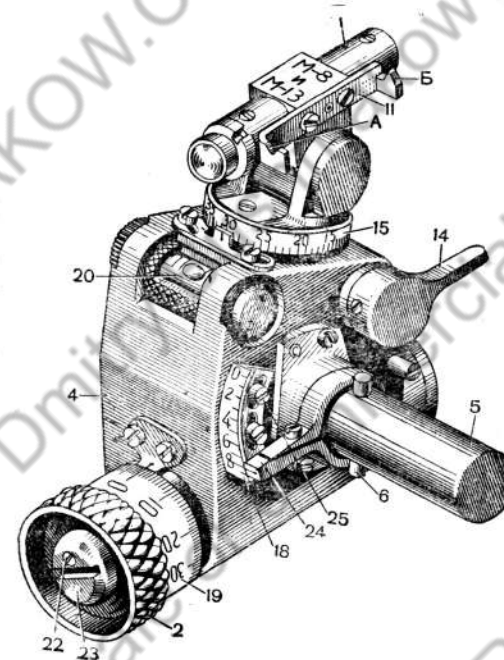

Рис. 35. Прицел МП-41 (вид справа):
Прицел МП-41 состоит из трёх основных частей (рис. 35 и 36): коллиматора, механизма горизонтальных углов (угломера) и механизма углов прицеливания.
Механизм угломера служит для поворота коллиматора и для отсчёта углов в горизонтальной плоскости. Для точной установки коллиматора служит маховичок 3 червяка угломера (рис. 36), находящегося в коробке прицела. Для грубой установки трубку коллиматора можно поворачивать рукой, нажав предварительно на рычаг 14 (рис. 35) для расцепления червяка с червячным колесом, соединённым с корпусом коллиматора.
вращающегося в коробке прицела. При вращении маховичка коробка прицела вращается на штыре 5 (рис. 35), который вставляется в гнездо консоли. Консоль закреплена на ферме боевой машины. Один полный оборот маховичка 2 (сто делений) соответствует одному делению (1-00) шкалы сектора.
Механизм углов прицеливания служит для установки углов прицеливания. Для этого имеются две шкалы, нанесённые в тысячных: шкала на секторе 18 (рис. 35) с ценой деления 1-00 (сто тысячных) и шкала на барабанчике 19 (рис. 36) с ценой деления 0-01 (одна тысячная). Для установки углов прицеливания служит маховичок 2 червяка, помещающегося в коробке прицела.
— нажать на рычаг 14 (рис. 35), повернуть коллиматор вместе с угломером и подвести к указателю на кольце 15 угломера деление 25;
2. Установить прицел. Например, подана команда: «Прицел 635». Для выполнения команды нужно, вращая маховичок 2 (рис. 35), установить указатель на бара-
а) отвинтить стопор 22 (рис. 35) на два оборота, отвинтить на полоборота винт 23 и, придерживая маховичок 2, повернуть барабанчик 19 настолько, чтобы нулевое деление совместилось с указателем, после чего завинтить винт 23 и стопор 22 доотказа;